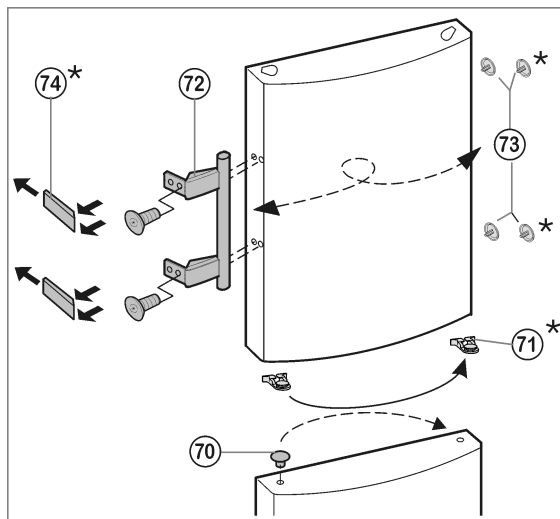

Fig. 10
- ▶ **Sur la porte inférieure** : enlever le bouchon Fig. 10 (70) du coussinet de la porte et le permuter de l'autre côté.
- ▶ **Sur les deux portes** : démonter la poignée de porte Fig. 10 (72), les bouchons Fig. 10 (73) et les plaques d'appui* Fig. 10 (74) et les permuter sur le côté opposé.